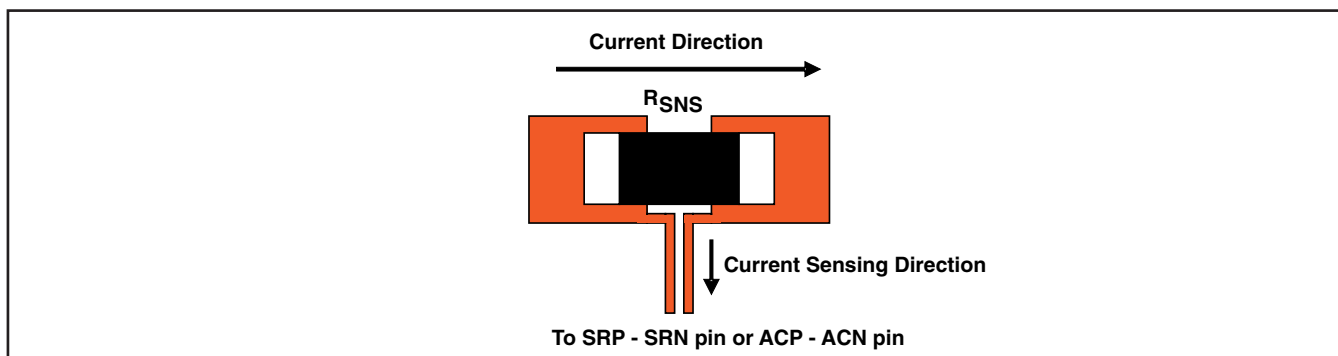

図 22. センス抵抗のPCBレイアウト
4. 充電電流のセンス抵抗は、インダクタ出力のすぐ隣に配置する必要があります。センス抵抗から同じ層内のICに戻る各センス・リードは、互いに近づけて配置 (ループ面積を最小化) し、また、センス・リードは高電流経路を通らないようにしてください (電流精度を最大にするケルビン接続については、図22を参照)。これらのパターン上のデカップリング・コンデンサは、ICに隣接させて配置します。